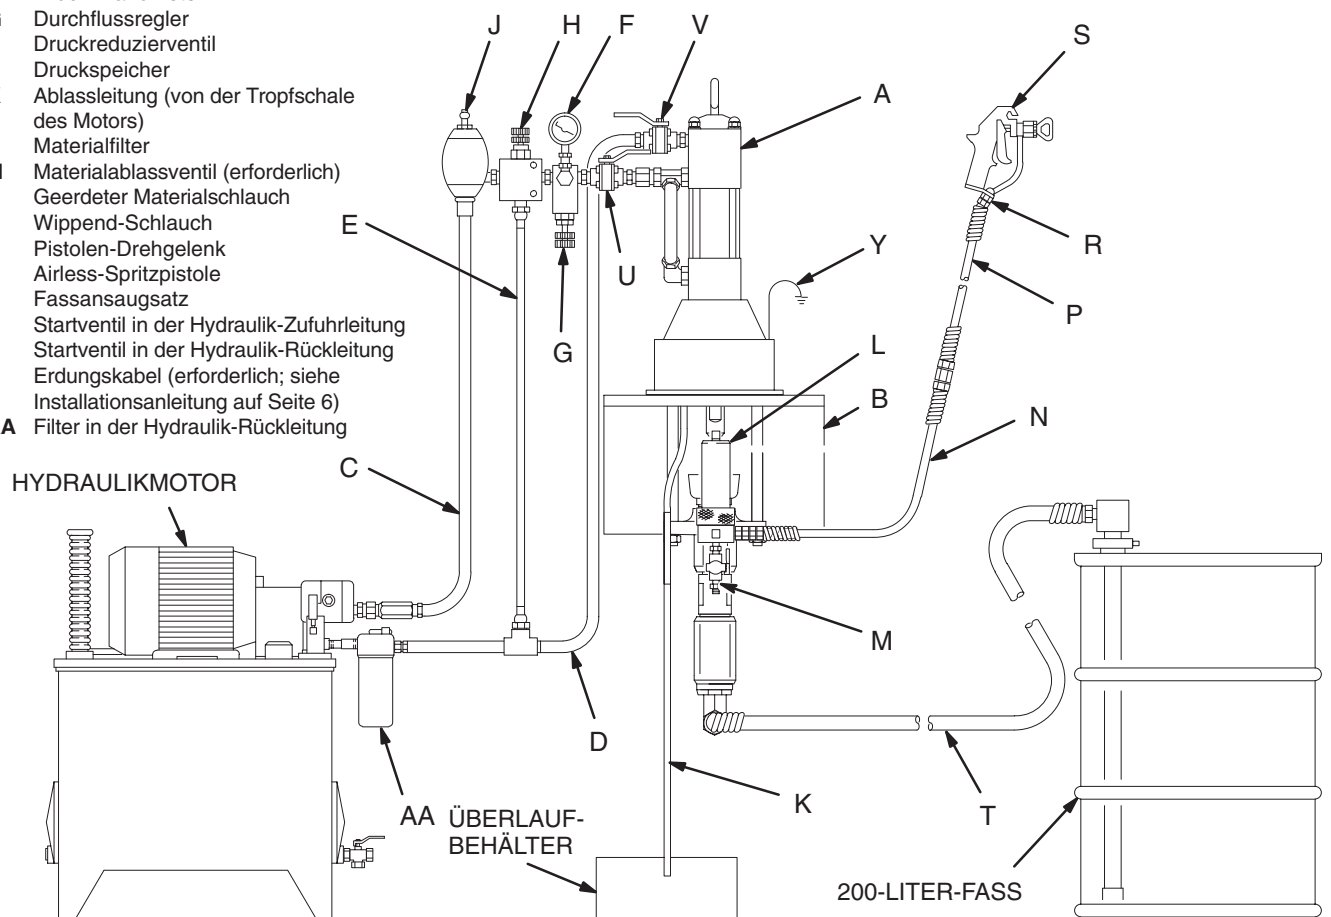

Abb. 4
Die folgenden Zubehörteile an den in Abb. 4 gezeigten Stellen installieren und bei Bedarf Adapter verwenden:
- **Ein Materialfilter (L)** mit einem 250-Mikron-Element (MW 60) aus Edelstahl zum Filtern von Partikeln aus dem Material beim Austritt aus der Pumpe.
- **Ein Ablassventil (M)**, das in diesem System erforderlich ist, hilft beim Ablassen des Materialdrucks in Schlauch und Pistole (siehe **WARNHINWEIS**, Seite 7).
- **Eine Pistole (S)** verteilt das Material. Die in Abb. 4 gezeigte Pistole ist eine Airless-Spritzpistole für Materialien mit leichter bis mittlerer Viskosität.
- **Ein Pistolen-Drehgelenk (R)** ermöglicht eine freiere Bewegung der Pistole.
- **Ein Ansaugsatz (T)** ermöglicht es der Pumpe, Material aus einem Behälter anzusaugen.
1. Siehe Abb. 4 auf Seite 9. Den Ansaugsatz (T) mit dem Materialeinlass der Pumpe verbinden und das Rohr in das anzusaugende Material geben.
3. Die Startventile in der Zufuhrleitung (U) und in der Rückleitung (V) müssen geschlossen sein.
5. Metallteil der Pistole (S) fest gegen die Seite eines geerdeten Metalleimers drücken und den Abzug geöffnet halten.
6. *Zuerst* Startventil der Rückleitung (V), dann langsam das Startventil der Zufuhrleitung (U) öffnen.
9. Wenn die Pumpe nicht vollständig gefüllt wird, das Materialablassventil (M) öffnen. Das Materialablassventil ist als Entlüftungsventil zu verwenden, bis das Material aus dem Ventil fließt. Das Materialablassventil schließen.
**HINWEIS:** Wenn die Materialbehälter gewechselt werden müssen und der Schlauch und die Pistole bereits vorgefüllt sind, das Materialablassventil (M) öffnen, um beim Entlüften der Pumpe zu helfen und Luft abzulassen, bevor diese in den Schlauch gelangen kann. Das Materialablassventil schließen, wenn die gesamte Luft abgelassen wurde.